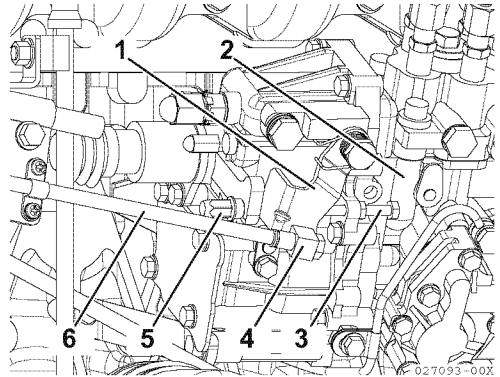

Figure 5
1. Pour ajuster, desserrez la vis d'ajustement (**Figure 5, (4)**) ou la fixation du câble (**Figure 6, (3)**) pour le câble de la commande à distance sur le côté du moteur et ajustez.
2. Ajustez en premier l'arrêt de haute vitesse (**Figure 5, (5)**) ou (**Figure 6, (6)**) la position, puis ajustez l'arrêt de basse vitesse (**Figure 5, (3)**) ou (**Figure 6, (4)**), avec la vis d'ajustement sur le levier de la commande à distance (**Figure 5, (1)**) ou (**Figure 6, (5)**).